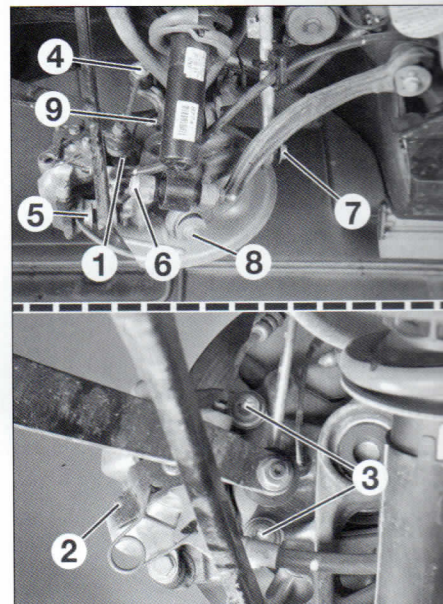

FIG. 17
- Desmontar el captador de velocidad de rueda ABS (1) (fig. 17).
- Separar el cable de freno de mano (2).